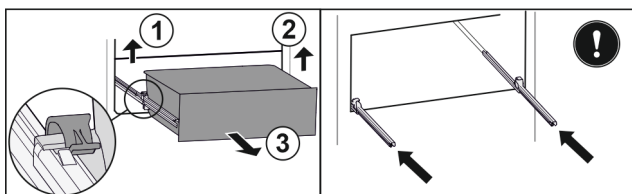

Fig. 131
- Ridicați clemă din stânga și trageți concomitent sertarul din stânga spre înainte. Fig. 131 (1)
- Ridicați clemă din dreapta și trageți concomitent sertarul din dreapta spre înainte. Fig. 131 (2)
- Extrageți sertarul spre înainte. Fig. 131 (3)